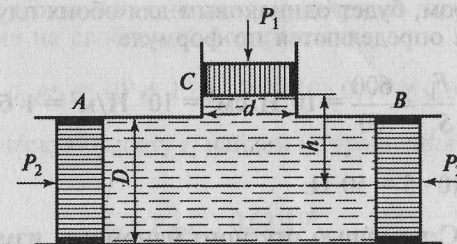

Рис. 2.16
**Задача 2.17.** Какая сила должна быть приложена к поршням  $A$  и  $B$  для уравновешивания системы поршней  $A$ ,  $B$ ,  $C$  (рис. 2.16), если  $h = 80 \text{ см}$ ;  $D = 40 \text{ см}$ ;  $d = 5 \text{ см}$ ;  $P_1 = 72,64 \text{ Н}$ ;  $\rho = 10^3 \text{ кг/м}^3$ ;  $g = 10 \text{ м/с}^2$ ?